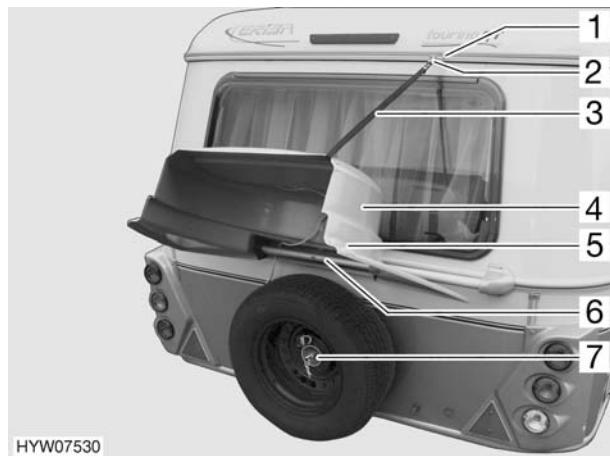

Fig. 111 Portaruota di scorta sul retro
- Tirare i due pomoli doppi (Fig. 111,5) a destra e a sinistra della copertura e sollevare leggermente la copertura (Fig. 111,4). La copertura si sblocca.
- Ribaltare verso l'alto la copertura (Fig. 111,4) e mantenerla in questa posizione.
- Allentare il gancio (Fig. 111,2) della cintura di arresto (Fig. 111,3) dalla staffa inferiore (Fig. 111,6) e agganciarlo nella staffa superiore (Fig. 111,1).
- La copertura viene trattenuta dalla cintura (Fig. 111).